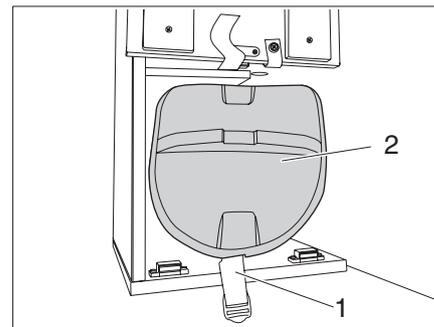

Fig. 59 Vano portabombole
- Sbloccare la cinghia di fissaggio (Fig. 59,1).
- Rimuovere la copertura (Fig. 59,2).
- ▶ Chiudere il coperchio (Fig. 59,2) e fissarlo con la cinghia di fissaggio (Fig. 59,1).